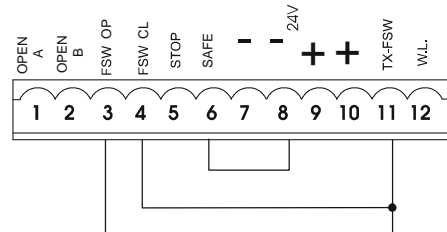

Fig. 26
**N.B. Als er geen veiligheidsvoorzieningen worden gebruikt, moeten de klemmen worden overbrugd zoals op fig. 26.**
**Nota bene:** als er geen veiligheidsvoorzieningen bij opening worden aangesloten, moet een brug worden aangebracht tussen de klemmen FSW OP en -TX FSW (fig. 26).
**Nota bene:** als er geen veiligheidsvoorzieningen bij sluiting worden aangesloten, moet een brug worden gemaakt tussen de klemmen FSW CL en -TX FSW (fig. 26).
**Nota bene:** als er geen veiligheidsvoorzieningen "veiligheidslijst" worden aangesloten, moet een brug worden gemaakt tussen de klemmen SAFE en - (fig. 26).